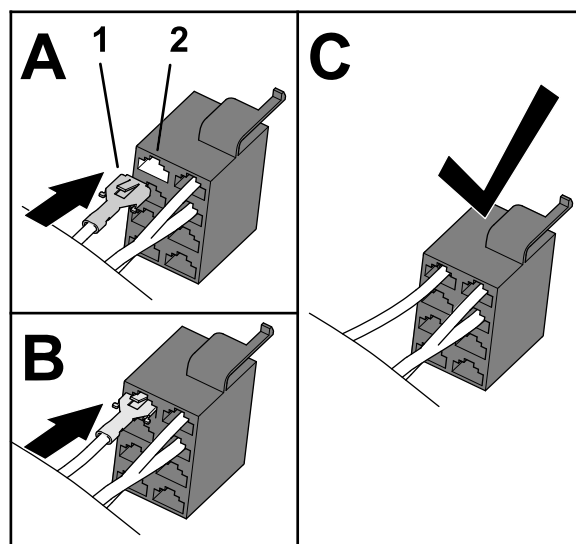

**Figura 29**
3. Alinhe o terminal de tomada na extremidade do ramal de 108 cm da cablagem do kit rotulado TO HEAD LIGHT SWITCH PIN 1 (para interruptor do farol pino 1) para a traseira do conector de oito tomadas do interruptor do farol (Figura 29).